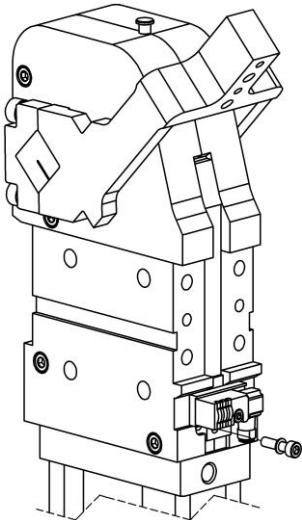

Imagen 1
- Lleve el brazo de la mordaza a la posición de apertura y desenrosque el tornillo M6 que fija el sensor; (imagen 1)